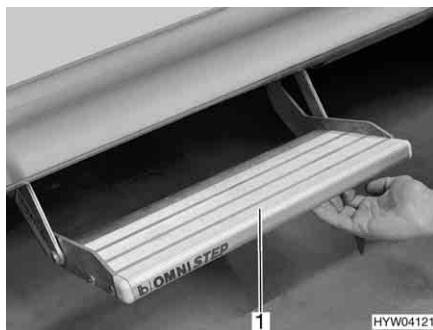

Fig. 17 Scalino di ingresso (integrato)
- Estrazione:* ■ Afferrare dal basso lo scalino di ingresso (Fig. 17,1) ed estrarlo finché non si innesta.
- Afferrare dal basso lo scalino di ingresso (Fig. 17,1) e sollevarlo leggermente.